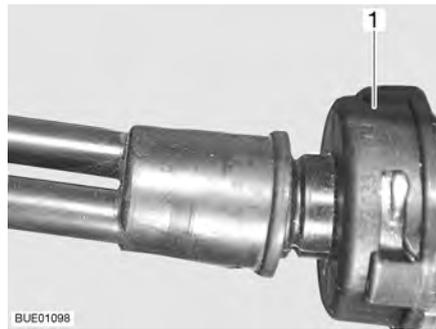

Fig. 229 Indicatore di direzione
- Afferrare dietro il supporto lampada (Fig. 229,1).